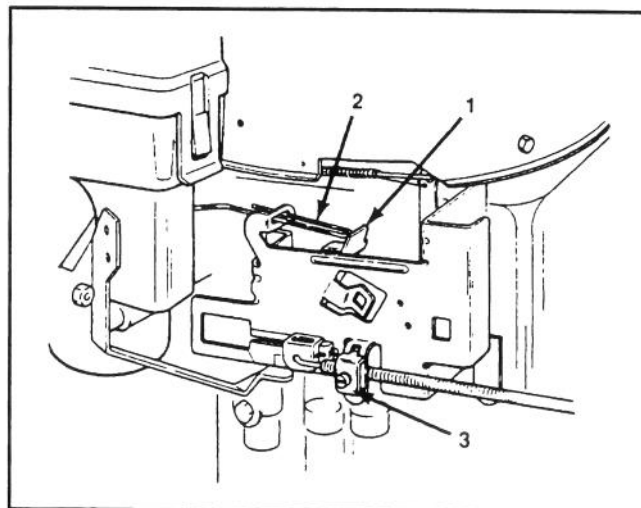

Figure 18
2. Le levier des gaz devrait à peine toucher la tringle du starter (Fig. 18); un réglage est nécessaire s'ils ne sont pas dans cette position.
B. Desserrer la vis de la bague de serrage du câble de la commande des gaz (Fig. 18) et déplacer la gaine du câble de commande et le fil jusqu'à ce que la manette de la commande des gaz touche la tringlerie du starter.